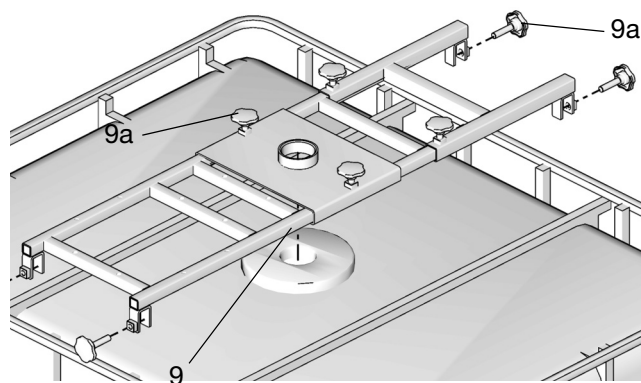

Рис. 8
1. Установите верхнюю скобу IBC (9) на контейнер IBC (Рис. 8).
2. Установите верхний кронштейн (9) по центру контейнера IBC, совместив отверстие посередине кронштейна с отверстием в верхней части резервуара. Зафиксируйте положение кронштейна (9), надежно затянув 6 ручек (9a) (Рис. 8 и 9).